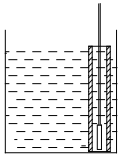

图7-1
- 🔧 h) 在介质波动较大时，应采取措施固定变送器探头部分，如给变送器加配固定管套等，在水中插入或安装一根大于探头直径的钢管或PVC管，在管子位于水流方向的反向不同高度开若干个Φ5mm 左右的小孔，使水进入管中。如图7-1所示